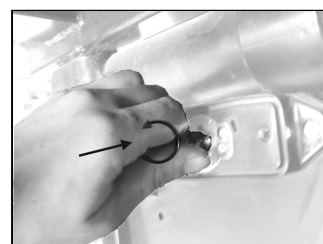

Figure 2
- Enlever l'ampoule en la faisant tourner de 1/4 de tour dans le sens antihoraire (figure 2)